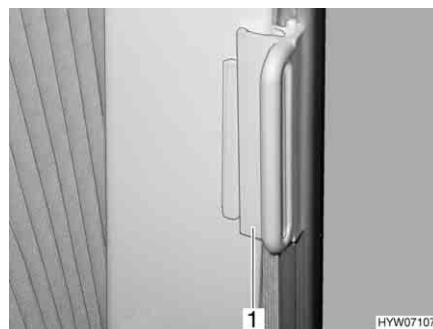

Bild 21 Verriegelung Faltscheibe Fahrer-/Beifahrerfenster
- Die Faltscheiben für das Fahrerfenster und das Beifahrerfenster mit dem Griff (Bild 21,1) auf den Aufsatz schieben. Die Faltscheibe ist gesichert.